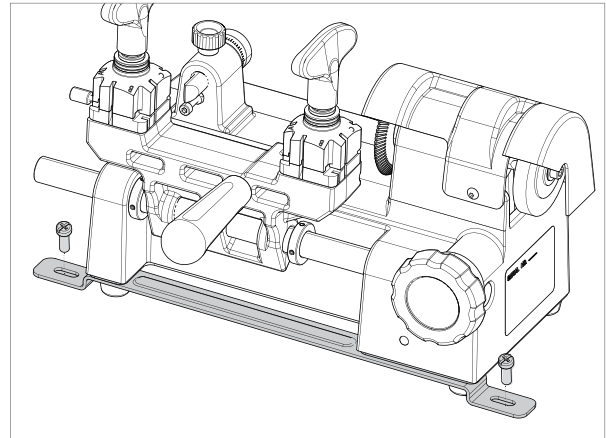

Fig. 12
- 4) Situar de nuevo la duplicadora en la superficie y fijarla en el banco de trabajo (Fig. 12).